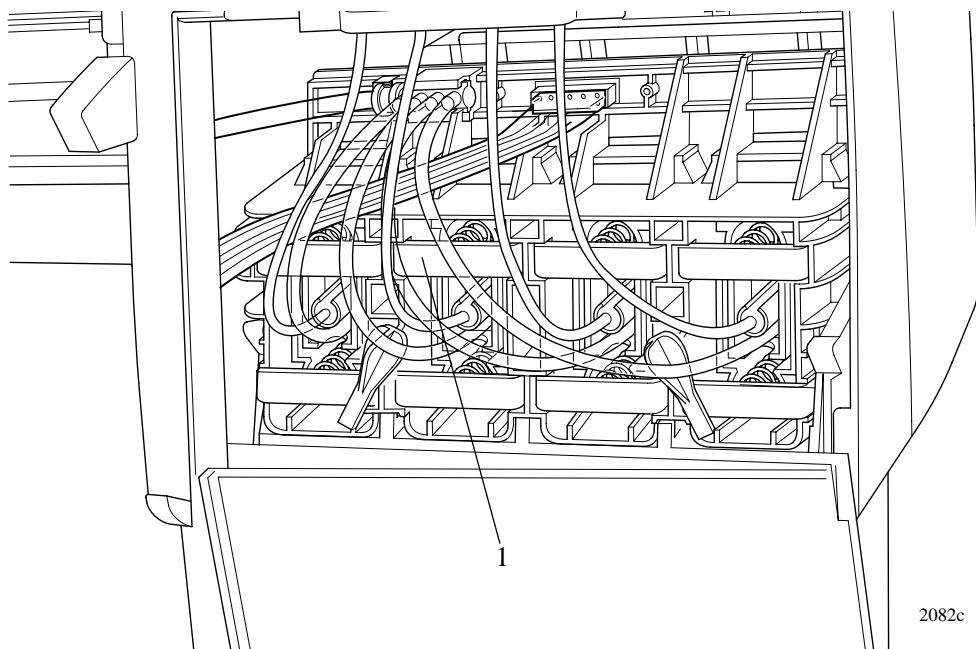

図 59 : インク カートリッジ チューブ コネクタ (引き出した状態)
- 10 インク カートリッジ チューブ コネクタ アッセンブリ (部品1) を手前にスライドさせます (図59参照)。